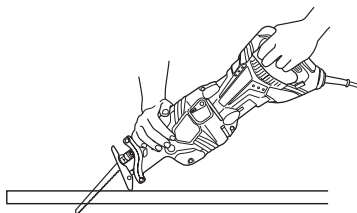
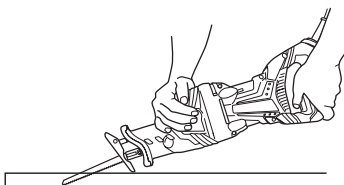

Fig. 26
Fig. 27
- (2) Relever lentement la poignée et couper petit à petit avec la lame de scie. (Fig. 26, Fig. 27)